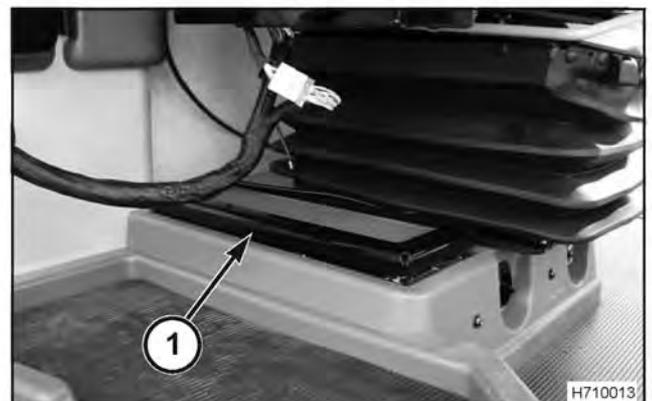

FIG. 32
FIG. 32: El aire de la cabina recircula a través del dispositivo de filtros (1) localizado en la base del lado derecho del asiento del operador. El filtro se sostiene por medio del armazón del filtro que puede liberarse fácilmente para acceder al dispositivo de filtrado.